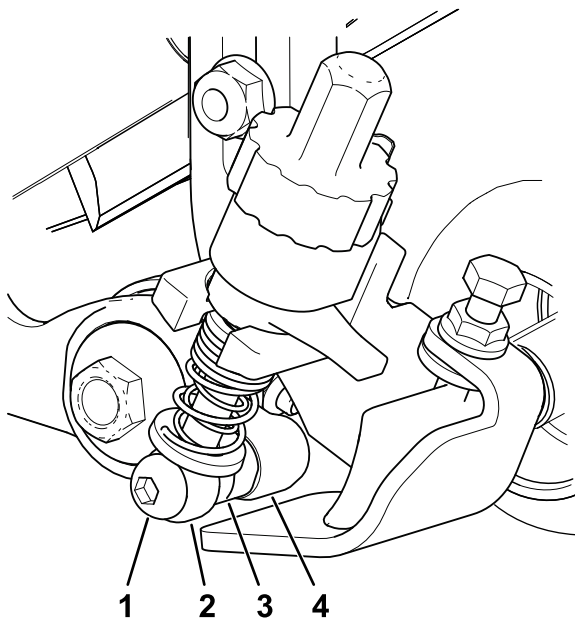

Figura 12
6. Mentre il cilindro è fermato, serrate la testa esagonale dell'albero della scatola ingranaggi tra 135 e 150 N·m; fate riferimento a Figura 12.
4. Sul lato del gruppo tendicinghia, allineate l'asta del braccio di regolazione della staffa dell'altezza di taglio con il collare di regolazione sul gruppo tendicinghia e fissatela con un bullone di spallamento, come illustrato nella Figura 12; serrate il bullone di spallamento a 20–26 Nm.